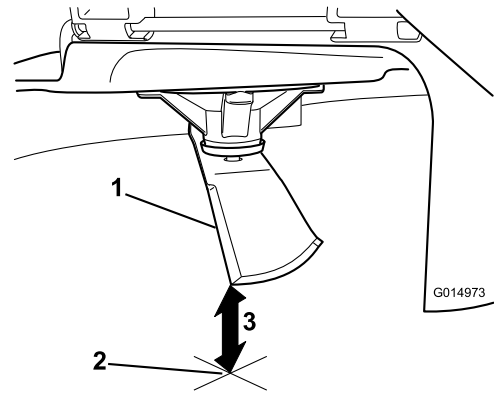

Bild 67
3. Messen Sie von der Messerspitze bis zu ebenen Fläche (Bild 67).